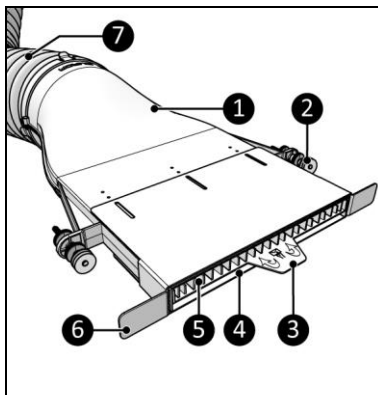

Figure 1
Le Way-out (Figure 1) est un dispositif de transfert de boîte aux lettres facile à utiliser auquel un système de climatisation portable peut être relié. Un tuyau de climatisation transporte de l'air chaud à travers l'ouverture du Way-out et de la boîte aux lettres. L'ouverture maximale de la fente de la boîte aux lettres (Figure 1, pos. 4) est de 5 mm. Une ouverture plus grande ne permet pas de garantir que le système de climatisation puisse évacuer l'air chaud dans toutes les conditions météorologiques.
Veillez à ce que la sortie d'air (Figure 1, pos. 5) ne soit jamais bloquée.
Si la fente de la boîte aux lettres (Figure 1, pos. 4) est partiellement bloquée par du courrier, retirez le courrier de la fente de la boîte aux lettres.